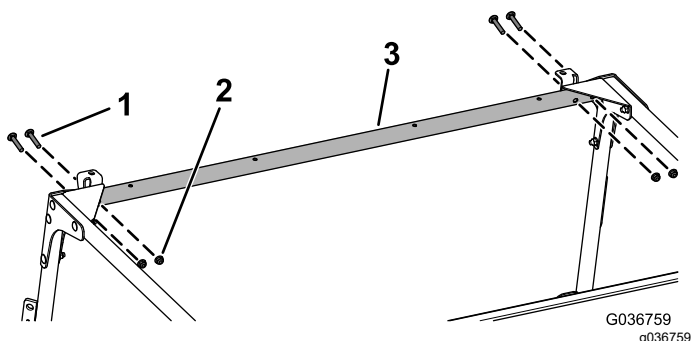

Figura 36
10. Instalezi fără a strânge bara transversală frontală la consolele de montare posterioare i guseurile de col utilizând 4 uruburi de fixare (5/16 x 1 3/4") i 4 piulie cu guler (5/16") după cum este indicat în Figura 36.